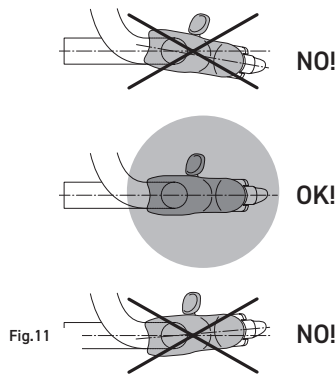

Fig. 11
- comandi Ergopower non correttamente posizionati o che si muovono sul manubrio (Fig. 11)